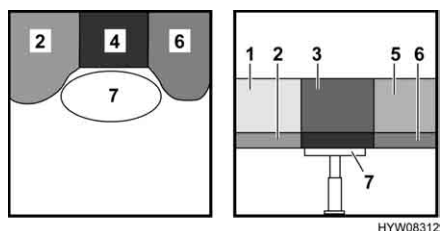

Fig. 66 Durante la trasformazione
- Trasformare il tavolo (Fig. 66, 7) in struttura di supporto letto (vedi paragrafo 6.9).